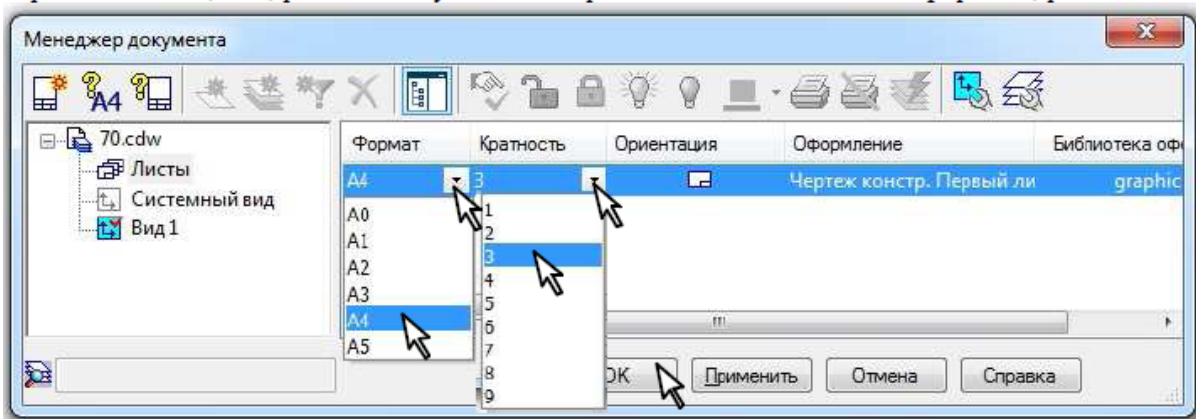

Рисунок 13 – Менеджер документа. Дополнительный формат (A4x3)
1. В головном меню выберите закладку *Сервис*, → *Менеджер документа* , в появившемся окне для примера выберите *Формат "A4"*, *Кратность "3"*, *Ориентация – горизонтальная*, ОК, рис. 13. Результат построения дополнительного формата, рис. 14.